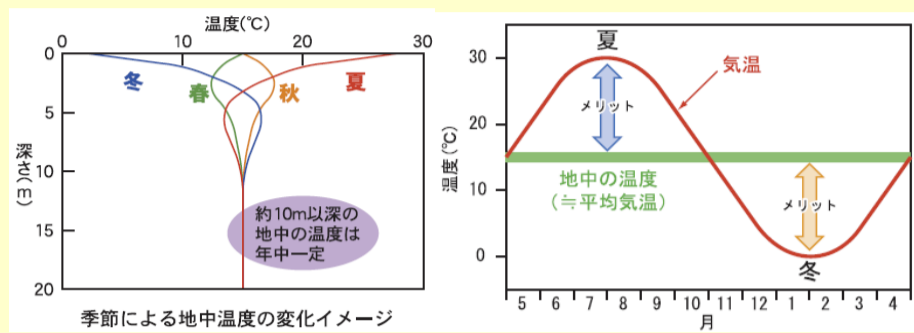
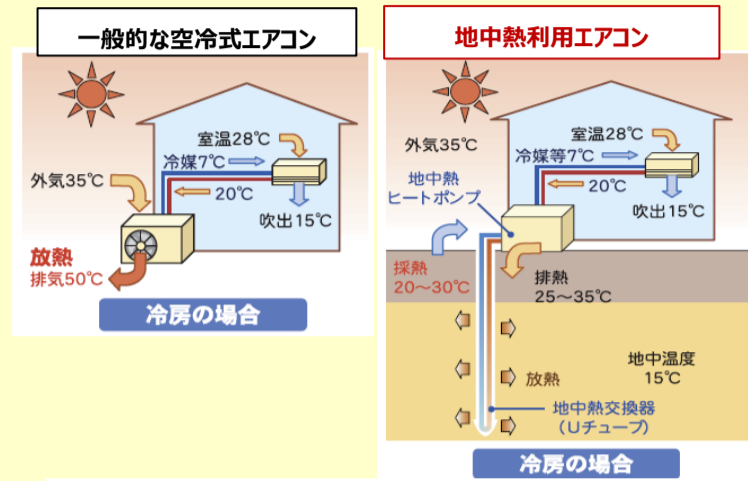
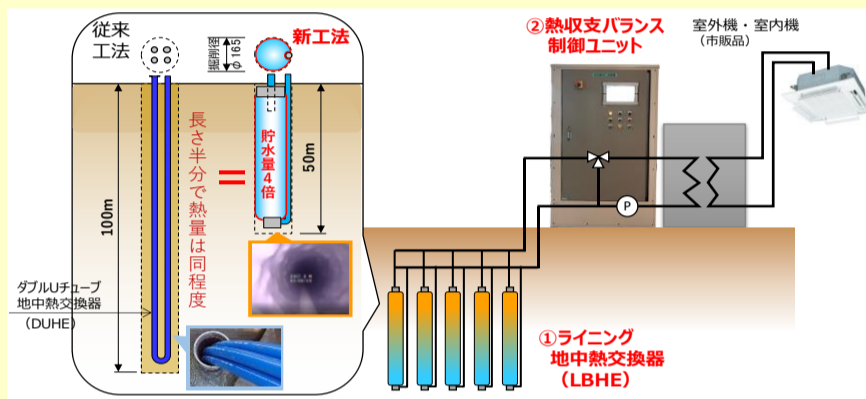

図1.安定した地中熱の特性を示した図
図2.一般的なエアコンとの違い
図3.ライニング地中熱冷暖房（エアコン）システム
<p>本システムの熱源である「地中熱」とは、地下約200m以内の太陽によって温められた浅い地盤の熱のことで、10℃～20℃の温度帯を指す。地域による偏在性が少なく、昼夜間または季節間の温度変化も少ない、安定した再生可能熱エネルギーである。（図1参照）一般的な空冷式エアコンは、夏であれば35℃の外気を使って熱交換し、50℃の排熱を放出する。一方、地中熱利用エアコンは、地中温度は15℃程度のため夏も冬も外気と比べ室温との温度差が小さいことから、省エネ効果が得られる。（図2参照）</p> <p>本システムは、効率的に地中熱を活用する独自開発の「熱収支バランス制御ユニット」と、長さを2分の1に短縮した画期的な「ライニング地中熱交換器」に、水冷式エアコンを組合せ、「地中熱」を高効率に利用することで、年間消費電力量を約50%削減できる冷暖房システムである。（図3参照）</p> <p>【主な特徴】</p> <ul style="list-style-type: none">○ライニング地中熱交換器は、最適制御により熱交換効率が従来比33%向上○設置コストの費用負担の大きいボーリング延長を従来100mの半分となる50mに短縮し、設置コストを30%削減○空冷式エアコンに比べ、年間の消費電力量を約50%削減可能 <p>詳細は、以下の製品紹介ページURLを参照ください。 https://www.nedo.go.jp/news/press/AA5_101499.html</p>
<p>コア技術①地中熱交換器の材料・原理・制作方法が従来のダブルUチューブとは根本的に異なる。管更生の材料・技術を応用した独自のライニング材を用いて、ボーリングマシンで掘削した孔全体を覆う水槽状の地中熱交換器を形成。（下図3参照）孔壁の凸凹にフレキシブルに対応し密着するため、掘削孔に対する採熱面積は従来工法の2倍以上となる。また貯水量は、長さを従来100mの半分となる50mに短縮しても4倍（約1000L）あり、その水に地中熱を蓄えることができる。（以降、貯水蓄熱という）</p> <p>コア技術②新工法地中熱交換器の特性を活かした独自の制御技術により、熱交換効率・採熱効率を向上させ、貯水蓄熱を有効活用することで、地中熱交換器の長さを半分に短縮しても、従来100mと同程度の利用可能熱量を持たせることが可能。即ち、コスト負担の大きいボーリング延長を従来の1/2に短縮可能となる。（図3参照）</p> <p>コア技術①と②と水冷式エアコンを組合せ、無駄を無くした効率の良い統一システムとして適正化を実現し、25%程度の小規模化を可能とした。</p>